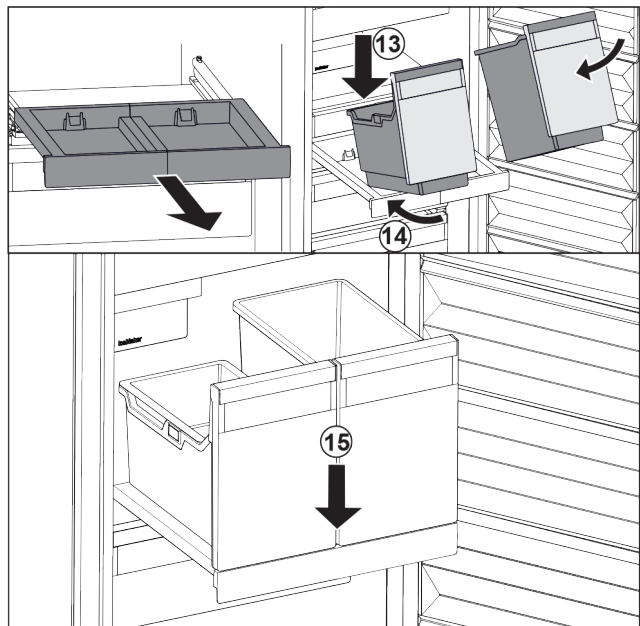

Fig. 29
- ▶ Placer les bacs sur le compartiment coulissant en les inclinant. Fig. 29 (13)
- ▶ Pousser les bacs jusqu'au fond en les inclinant. Fig. 29 (14)
- ▶ Déposer les bacs par l'avant. Fig. 29 (15)